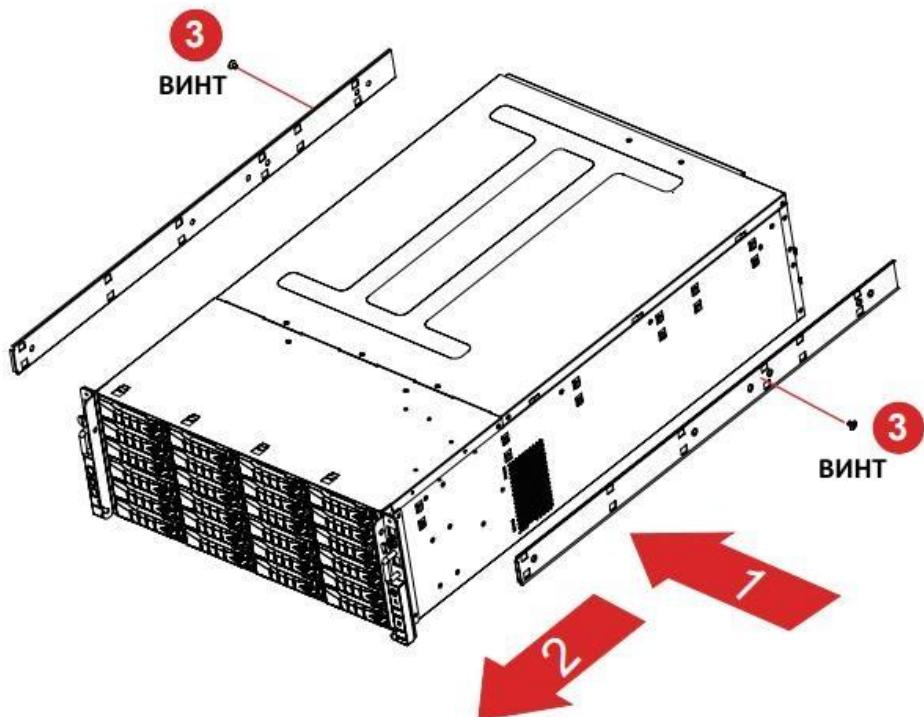

Рисунок 136 – Установка внутренних рельсов на шасси
- Смонтируйте внутренние рельсы телескопических направляющих на корпусе модуля, с помощью прилагаемых винтов (см. Рисунок 136).